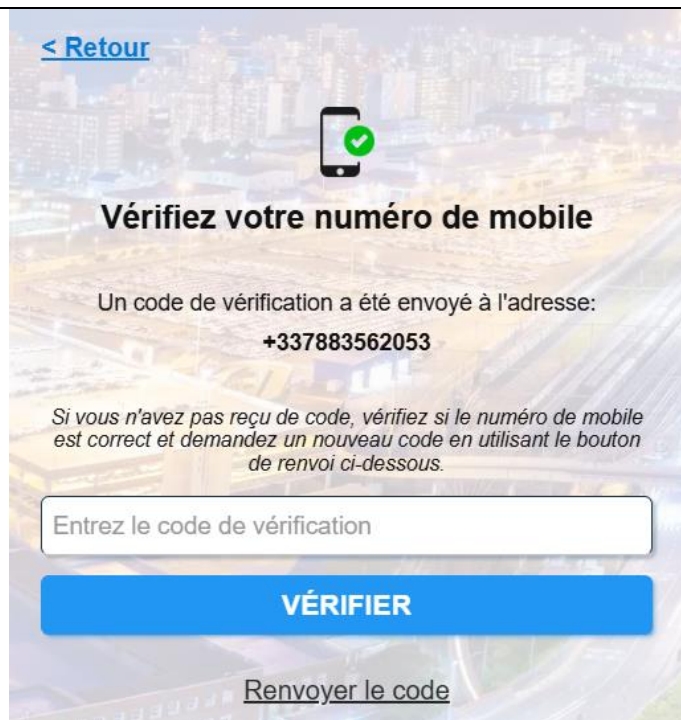

Figure 28 Vérification du numéro de téléphone mobile
2. Un écran de vérification apparaîtra où l'utilisateur doit saisir le code (voir Figure 28).